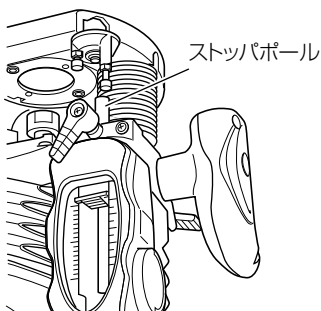

図 39
- ① スクリューの反対側(裏側)にあるストップポールを一番下にして固定しておきます。(図 39)